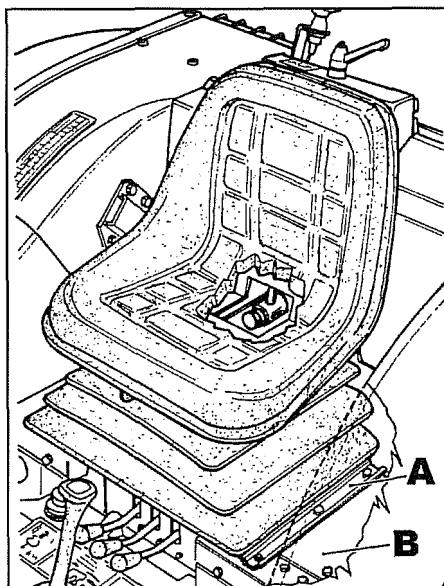

Fig. 1
- 1 Desprender a lâmina esquerda **A** fig. 1 que fixa a protecção suporte assento.
Tirar a chapa **B** fig. 1 de protecção.